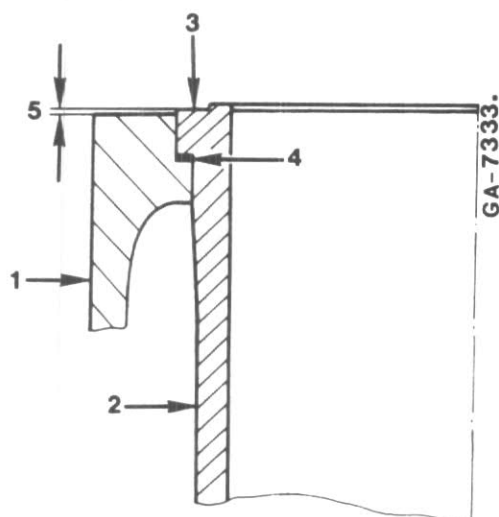

Figure 79
NOTE: Pour obtenir le dépassement correct de la chemise de cylindre (5), fig. 79, on peut utiliser les cales d'épaisseur (4) entre la collerette de la chemise et l'alésage du carter-moteur.
- c) Relevez les valeurs à quatre endroits sur la périphérie de la chemise, faites une moyenne des relevés et définissez la cale d'épaisseur qu'il faut pour avoir le déphasement (5) fig. 79.
NOTE: Après emmanchement de la chemise dans le carter moteur, contrôlez le jeu entre les faces d'appui du bloc-cylindres et de la collerette de chemise. La valeur ne doit pas dépasser la cote maxi. (5), fig. 79.
NOTE: Pour obtenir la saillie spécifiée des chemises de cylindres au-dessus du plan de joint du bloc-moteur, placez des cales d'épaisseur entre les faces d'appui des supports et les collerettes des chemises. Voir fig. 79.